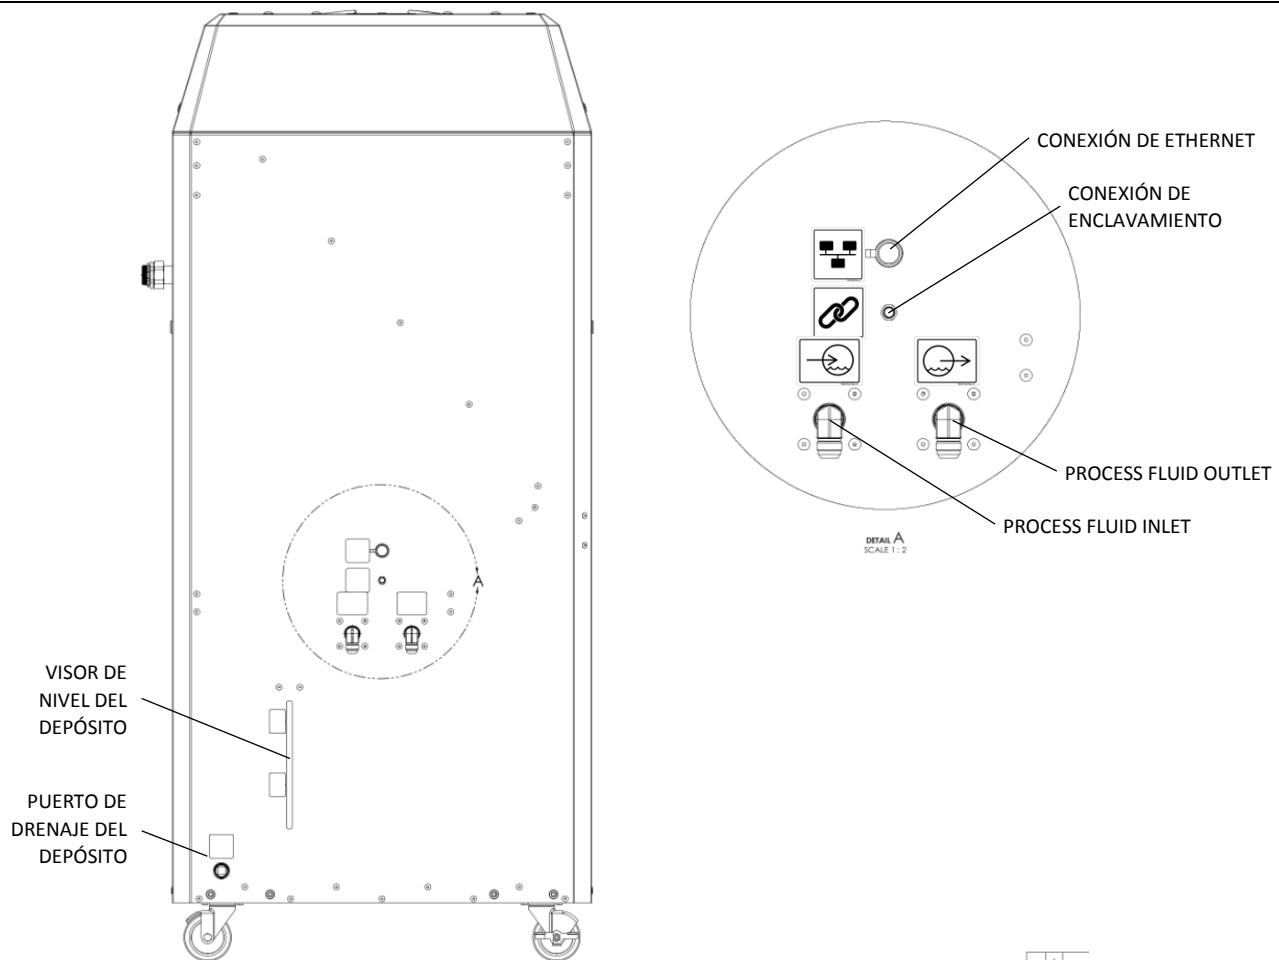

Figura 10: Tuberías y conectividad eléctrica del enfriador
El enfriador está equipado con un conector Eurofast® M12 macho estándar de 4 clavijas para los enclavamientos (consulte la Figura 10). El pin-out para el conector de enclavamiento se muestra en la página lógica de las impresiones eléctricas en el Apéndice B.
Las conexiones de tuberías del enfriador están ubicadas en su lado de E/S de tuberías (consulte la Figura 10). El enfriador tiene las siguientes conexiones de tuberías:
3. Llene el depósito con el líquido recomendado por el fabricante mientras supervisa el *Visor de nivel del depósito* (Consulte la Figura 10). El depósito debe llenarse hasta que el nivel esté cerca de la etiqueta de Nivel de depósito alto. La capacidad del depósito es de 10,5 gal (40 L).